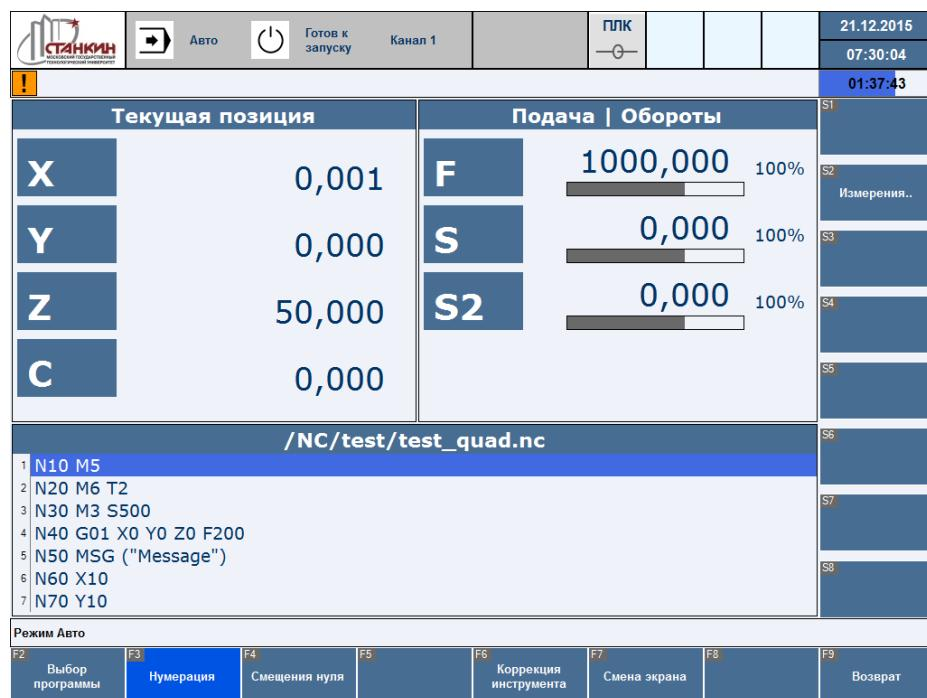

Рисунок 27 – Вид экрана «Укрупнённый»
- Укрупнённый (частичное изображение информации, но с крупными шрифтами, Рисунок 27):